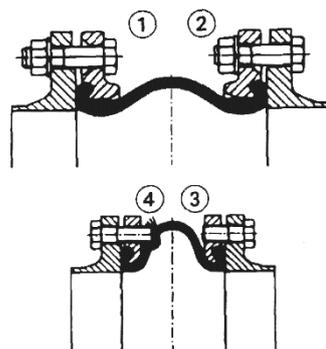

Figura 1 Collegamenti a flangia su un compensatore di dilatazione in gomma
- 2.17 Per i compensatori con collegamento a flangia occorre inserire le viti dal lato del soffietto (vedi tipo di montaggio 1, figura 1). Se non fosse possibile, per il tipo di montaggio 2 occorre selezionare la lunghezza della vite in modo che il soffietto non venga toccato o addirittura danneggiato. Se la flangia del compensatore è dotata di fori filettati occorre prestare particolare attenzione che il perno filettato combaccia il più possibile a filo con la flangia (tipo di montaggio 3). Il pericolo di danneggiamento a causa di viti troppo lunghe aumenta quando il soffietto si espande sotto pressione durante il funzionamento (tipo di montaggio 4).